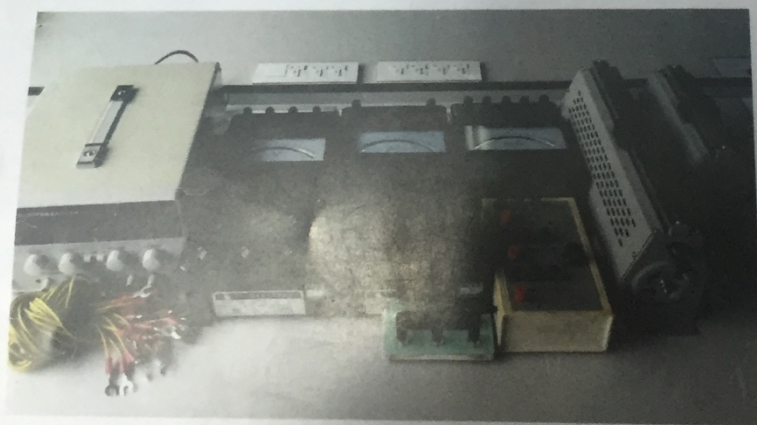

图 6 实验仪器整理图
(1) 电路中的可变电阻、滑线电阻务必设置为非 0 的初值；
(2) 电源电压开始可以选择一个较小的电压档位；
(3) 通过外接开关采用瞬态通电方式，并密切关注各表头指针是否满偏或过满偏，一旦发现状态不对，请立即切断开关，以免长时间大电流烧坏 μA 表头。
4. 全部完成并经教师复检后，按图 6 归整好仪器。